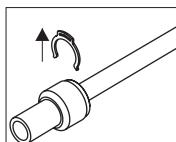

Рис. 1
- 1) Снять защитную клипсу из быстроразъемного соединения (рис. 1).